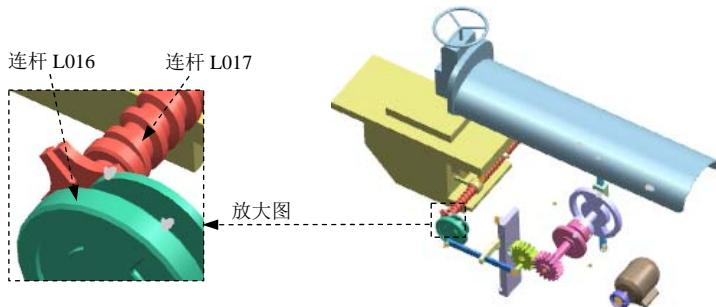

图 10.9.34 定义 3D 接触 3
(1) 定义接触连杆。单击“3D 接触”对话框中的 **操作** 区域下 **\*选择体 (①)** 按钮，然后选取图 10.9.34 所示的连杆 L016；单击“3D 接触”对话框中的 **基本** 区域下 **\*选择体 (①)** 按钮，然后选取图 10.9.34 所示的连杆 L017。
(2) 定义接触类型。在“3D 接触”对话框 **参数** 区域下 **类型** 的下拉列表中选取类型为 **实体**，